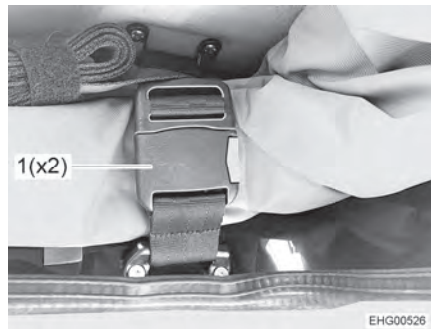

Bild 55 Bärtlås
- Öppna båda bärtlåsen (Bild 55, 1).